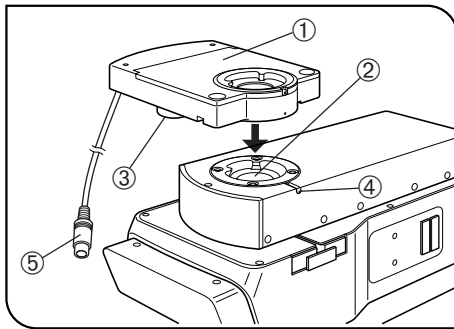

Abb. 3
### Montieren des motorischen Analysators MX-ANM (Abb. 3)
1. Den motorischen Analysator MX-ANM ① so auf die Beobachtungstubusaufnahme der Autofokuseinrichtung U-AFA2M ② oder die Beobachtungstubusaufnahme des Mikroskops aufsetzen, dass sich die Motoreinheit ③ von vorne gesehen links befindet (wie in Abb. 3 gezeigt). Die Feststellschraube ④ vorläufig anziehen (da die gekreuzten Polarisatoren später eingestellt werden, wie unten beschrieben).